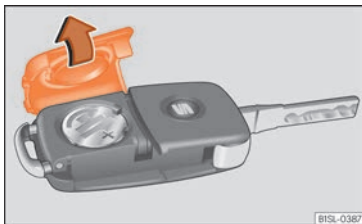

Fig. 65 Clau del vehicle:obertura de la tapa del compartiment per a la pila.
- Traieu la tapa a la part posterior de la clau del vehicle »» **fig. 65** en la direcció de la fletxa »» ❶.
- Poseu la tapa tal com es mostra »» **fig. 65** i pressioneu a la carcassa de la clau del vehicle en sentit contrari a la fletxa fins que quedi encastada.